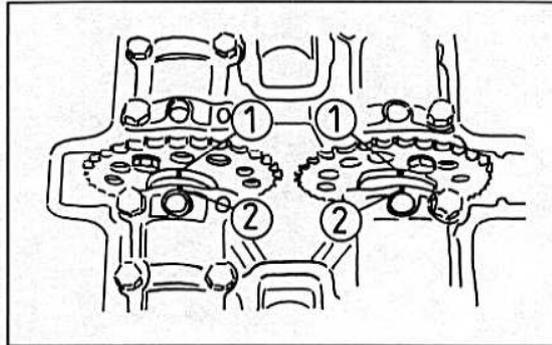

Bild 152
- Die Wellen dabei auf die Einstellmarken am Zylinderkopf ausrichten (Bild 152).